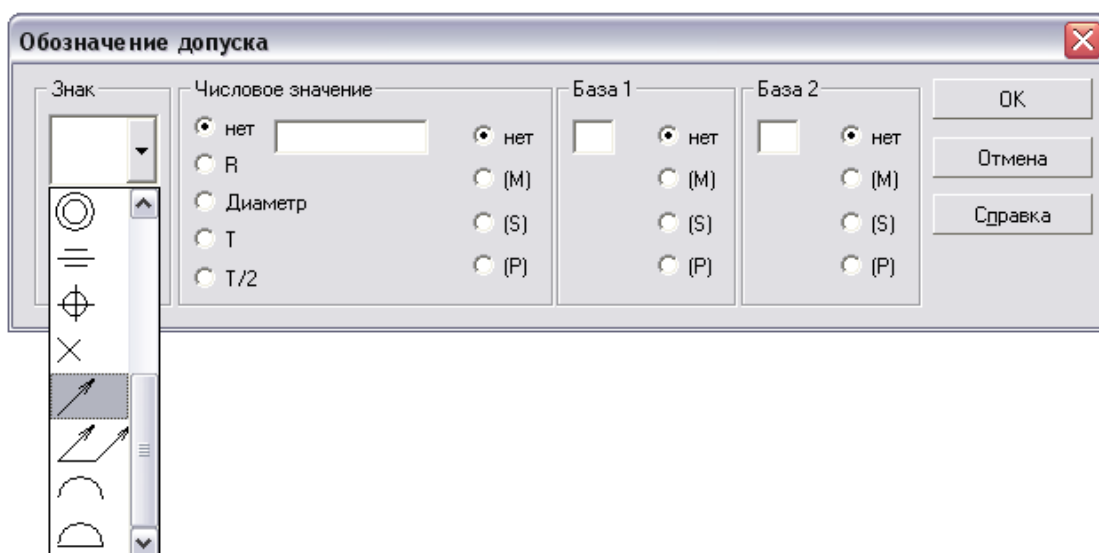

Рисунок 12.7 Выбор значка допуска биения
4.1 Из раскрывающегося списка **Знак** выберите значок допуска биения (рисунок 12.7).